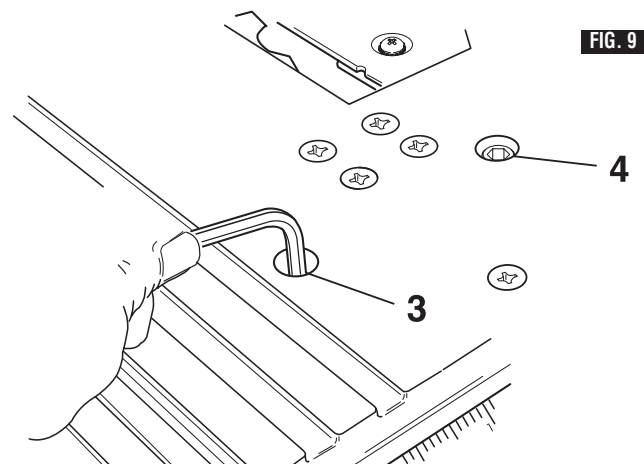

FIG. 9
4. If the blade is not at a 90° angle to the table, loosen the jam nut (underneath table) and turn the 90° adjusting socket head screw 3 (Fig. 9) left to reduce the angle or right to increase the angle.
4. If the blade is not at a 45° angle to the table, loosen the jam nut (underneath table) turn the 45° adjusting socket head screw 4 left to reduce the angle or right to increase the angle (Fig. 9).
4. Si la lame n'est pas à un angle de 90° par rapport à la table, desserrez le contre-écrou (en dessous de la table) et tournez la vis hexagonale de la douille de réglage à 90° **3** (Fig. 9) vers la gauche pour réduire l'angle ou vers la droite pour augmenter l'angle.
4. Si la lame n'est pas à un angle de 45° par rapport à la table, desserrez le contre-écrou (en dessous de la table) et tournez la vis hexagonale de la douille de réglage à 45° **4** (Fig. 9) vers la gauche pour réduire l'angle ou vers la droite pour augmenter l'angle.
4. Si la hoja no está a un ángulo de 90° respecto a la mesa, afloje la contratuerca (ubicada debajo de la mesa) y gire el tornillo de cabeza hueca de ajuste a 90° **3** (Fig. 9) hacia la izquierda para reducir el ángulo o hacia la derecha para aumentarlo.
4. Si la hoja no está a un ángulo de 45° respecto a la mesa, afloje la contratuerca (ubicada debajo de la mesa) y gire el tornillo de cabeza hueca de ajuste a 45° **4** hacia la izquierda para reducir el ángulo o hacia la derecha para aumentarlo (Fig. 9).